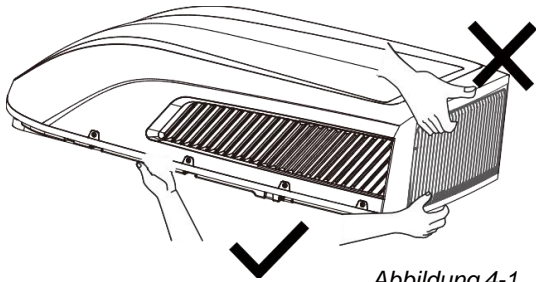

Abbildung 4-1
- Heben Sie nicht das Luftauslassgitter auf der Rückseite des Außengehäuses an, wenn Sie das Außengerät nach dem Auspacken herausnehmen. (siehe Abbildung 4-1).